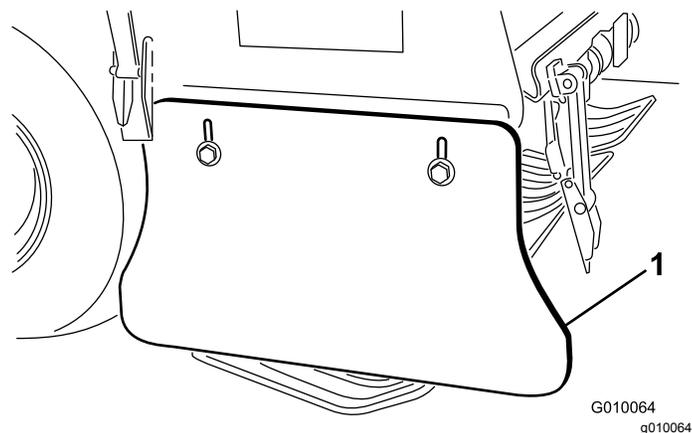

Bild 63
2. Lösen Sie die Schrauben und Muttern, mit denen das seitliche Schutzblech am Rahmen befestigt ist (Bild 63).